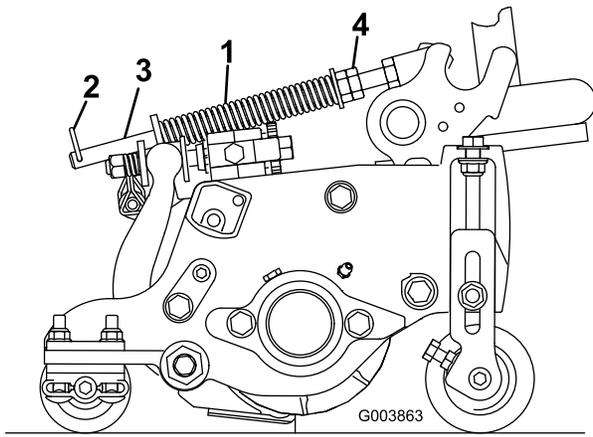

図 15
ターフ補正スプリング図 15は、前ローラから後ローラへと、カッティングユニットの体重移動を行います。これによりユニットを安定させ、いわゆる「波打ったような」仕上がりボビングとかマーセリングといわれる現象を防いでいます。
1. ヘアピンコッターがスプリングロッドの後の穴に差し込まれていることを必ず確認しおいてください図 15。
2. スプリングロッド前部の六角ナットを締め、スプリング圧縮状態の長さが以下の通りになるようにする。リールマスター5410の5インチカッピングユニットでは 12.7 cm、リールマスター 5510 と 5610 の7インチカッピングユニットでは 15.9 cm 図 15。